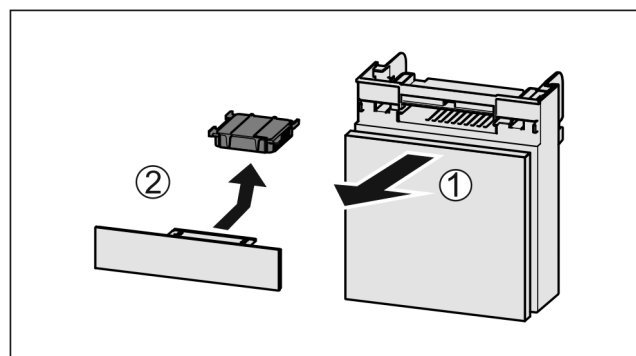

Fig. 52
- Zásuvku vytáhněte dopředu Fig. 52 (1).
- ▶ Filtr s aktivním uhlím vyjměte *Fig. 52 (2)*.